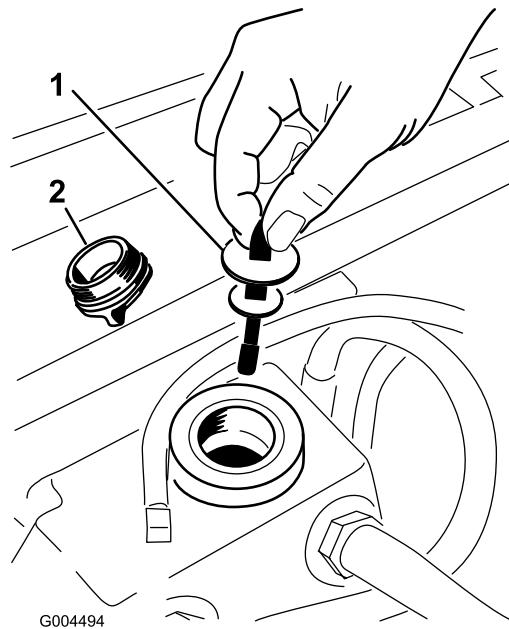

Figura 69
3. Retire o tampão de enchimento hidráulico (Figura 69) do tubo de enchimento.
4. Retire a vareta e limpe-a com um pano limpo (Figura 69).
5. Coloque a vareta no tubo de enchimento, retire-a e verifique o nível de fluido (Figura 69). Se o nível não estiver dentro da área com ranhuras na vareta, adicione óleo suficiente para elevar o respectivo nível até à área com ranhuras. **Não encha demasiado.**